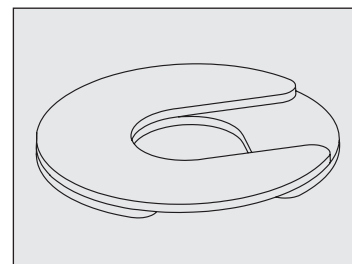

Рис. 10. При установке нескольких прокладок следить, чтобы их пазы были смещены относительно друг друга.
- Если используется более одной прокладки, прорези прокладок должны быть смещены относительно друг друга. См. рис. 10.